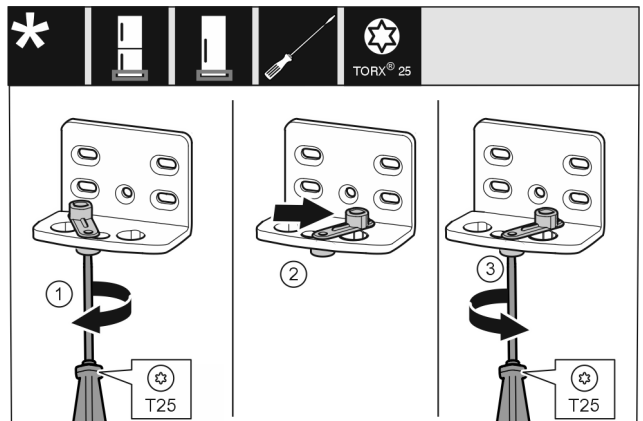

Fig. 15
- ▶ Schroef met de schroevendraaier T25 losdraaien. Fig. 15 (1)
- ▶ Deursluthulp optillen en 90° naar rechts in de opening draaien. Fig. 15 (2)
- ▶ Schroef met schroevendraaier T25 vastschroeven. Fig. 15 (3)